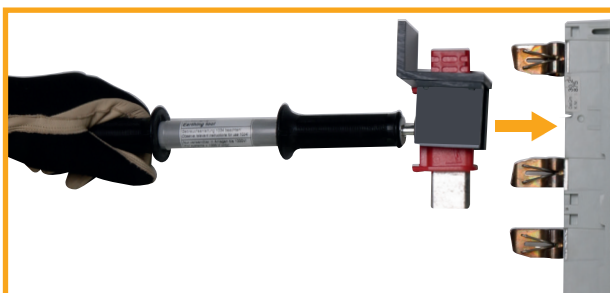

Fig. 3
3. Erdungspatrone mit aufgesteckten **Berührungsschutz** BS EP NH1 3 TI in das jeweilige freie Sicherungsunterteil der Außenleiter (Metallmesser an den spannungsfreien Kontakt des Sicherungsunterteiles) eindrücken (siehe Fig. 3).